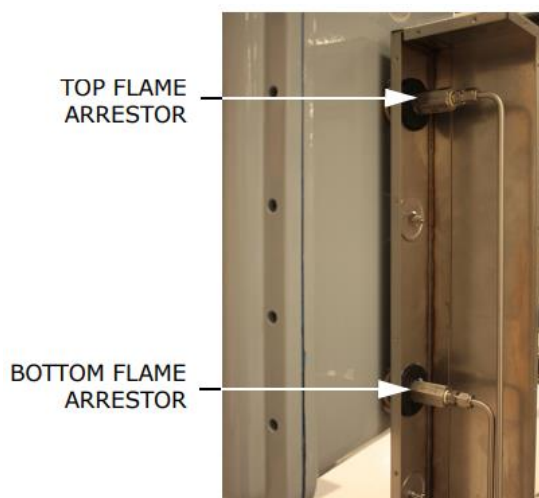

Abbildung 42. Positionen der Flammensperren im Inneren des Gehäuses
5. Rohrleitung mit einem 9/16in.-Schraubenschlüssel demontieren. Siehe Abbildung 42 unten.